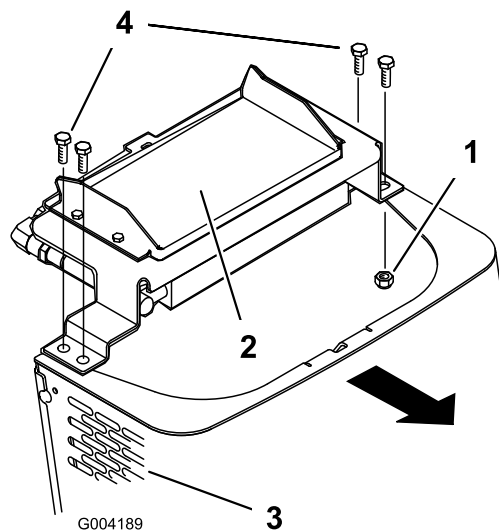

図 29
6. オイルクーラを前部スクリーン上部に固定しているショルダボルトとナットを外す 図 29。